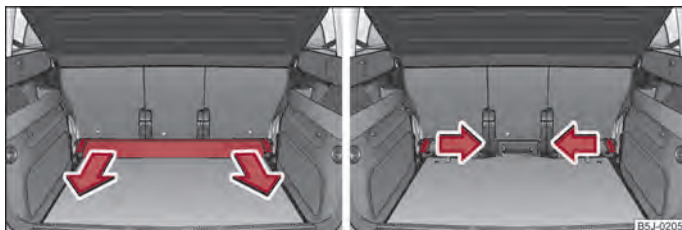

Fig. 51 Bagagliaio: estrazione della guida trasversale / estrazione dei cunei di fissaggio
- Afferrare la guida trasversale ⇒ fig. 51 ed estrarla tirando nel senso della freccia.
- Afferrare il cuneo di fissaggio ⇒ fig. 51 lato destro ed estrarlo tirando nel senso della freccia. Per lo smontaggio del cuneo di fissaggio sull'altro lato del bagagliaio, procedere allo stesso modo.